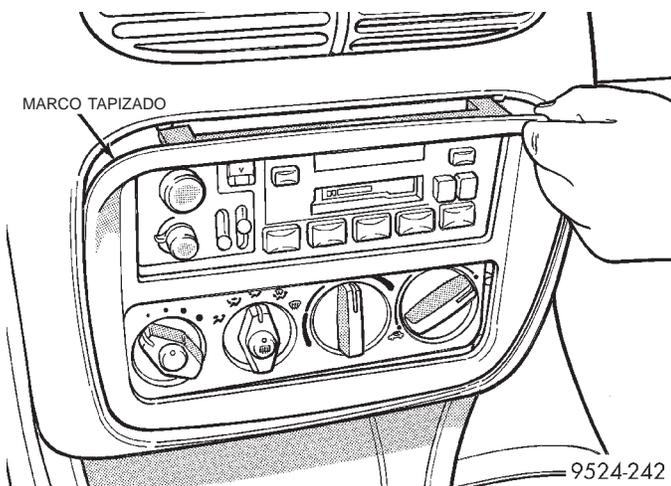

Fig. 29 Módulo de control
(2) Retire el marco tapizado (Fig. 29).